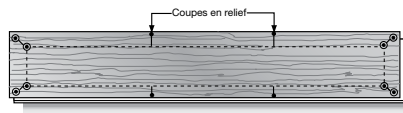

Fig. 8
- Tracez une ligne à 3,81 cm (1-1/2 po) des extrémités et des côtés de la planche endommagée. Percez des trous de 4,76 mm (3/16 po) de diamètre dans les coins et aux coupes en relief (Fig. 8).